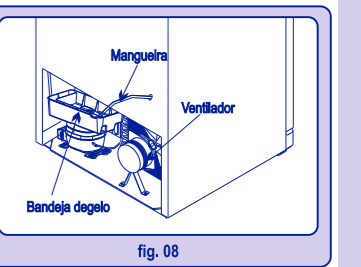

fig. 08
- O produto realiza o seu primeiro degelo (fig. 08) após 20 horas seguidas de funcionamento, depois de ligado, com duração de 15 minutos. Os próximos ocorrem a cada 8 horas (programação padrão de fábrica) com a mesma duração.